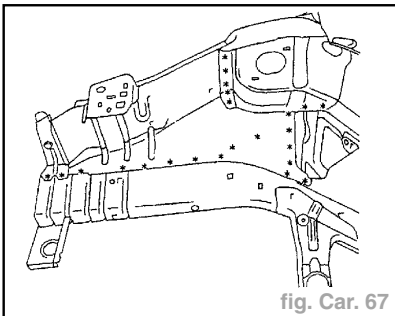

fig. Car. 67
- Dégrafer les points à l'aide d'une fraise de diamètre = **8 mm** (fig. Car. 67 et 68).